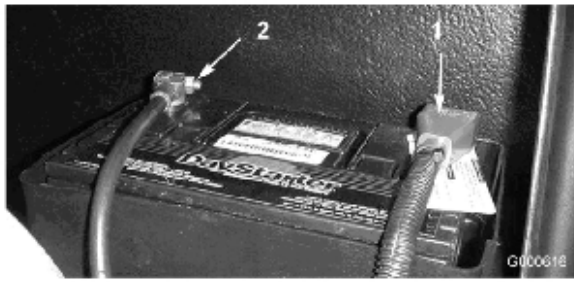

図 39
5. 赤い (+) ケーブルをバッテリーの (+) 端子に、黒いケーブル (-) はバッテリーの (-) 端子に固定する (図 39) ケーブルはキャップスクリューとナットで各電極に確実に固定すること。プラス端子が電極に十分にはまり込んでいること、ケーブルの配線に無理がないことを確認する。ケーブルとバッテリー・カバーを接触させないこと。ショート防止のために (+) 端子にゴムキャップをかぶせる。